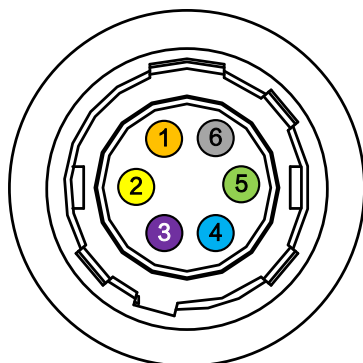

图4-2 6-pin P7 接口图
相机的电源及 I/O 接口为 6-pin P7 接口,接口图如 图 4-2 所示,对应的管脚定义如 表 4-2 所示。
- 图4-2与表4-2中所示的线芯仅为本公司销售的线缆线序以及对应的线芯颜色，若线缆不是从本公司购买，请以实际线序以及对应线芯颜色为准。